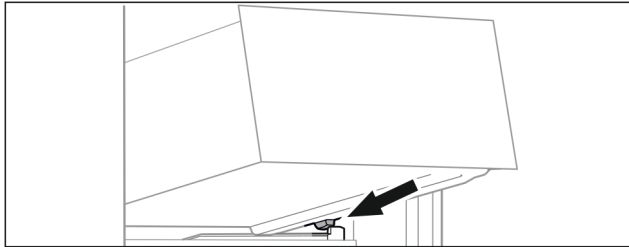

Fig. 19
- ▶ Lade schuin achter de stoppers op containerrib plaatsen. (zie Fig. 19)